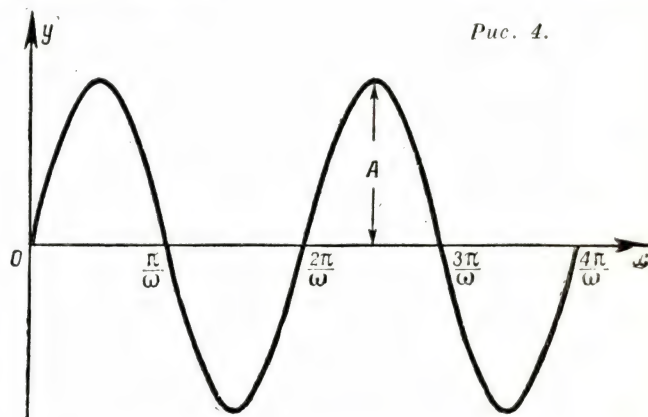

Рис. 4.
свою энергию на растягивание пружины и остановится. Тогда пружина потянет гирию вверх. В силу инерции гирия не остановится в положении равновесия, а проскочит его и поднимется вверх настолько же, насколько она опустилась вниз (на самом деле она поднимется немного меньше из-за сопротивления воздуха и недостаточной упругости пружины, но мы пока не будем это учитывать). Поднимаясь вверх, гирия будет сжимать пружину, и, когда гирия остановится под действием сжатой пружины, она начнет опускаться вниз. В результате гирия будет совершать колебания вверх и вниз. График этого колебания имеет такой вид (рис. 4). Эта кривая называется синусоидой.
На рис. 4 и 5 мы изобразили графики обоих колебаний. График колебания (2) получается из графика колебания (1) сдвигом влево на $\frac{\alpha}{\omega}$. Число α называют начальной фазой.